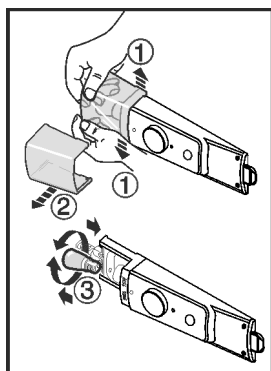

Fig. 10
- Pokrov svetilke glede na sliko spodaj v sprednjem delu povlecite narazen Fig. 10 (1) in izvlecite v stran Fig. 10 (2).
- Zamenjajte svetilko. Fig. 10 (3)